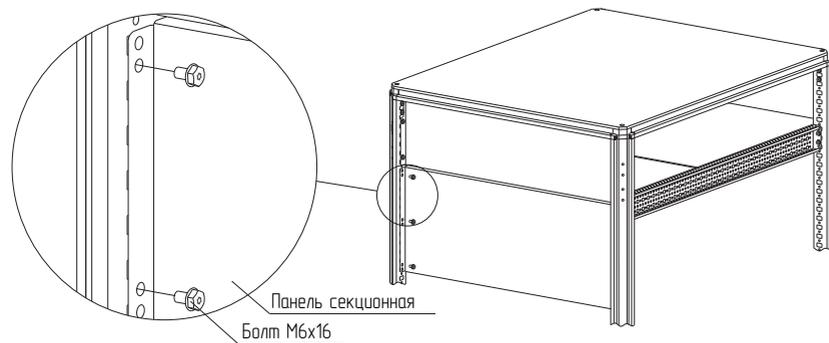

Рисунок 64
4.35.2 Закрепить панель секционную внутреннюю заднюю 4В на нужной высоте к стойкам каркаса болтами М6х16 (рисунок 64). Момент затяжки – 7 Н·м. Болты приобрести отдельно.